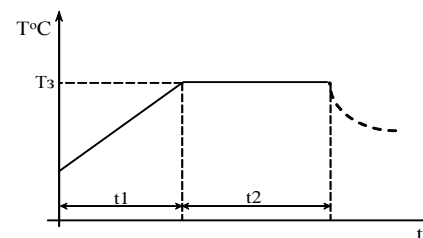

Рисунок 1.1 - Кривая нагрева.
- формирование программного задания в виде произвольной кусочно-линейной функции времени, состоящей из 2 участков (Рисунок 1.1).